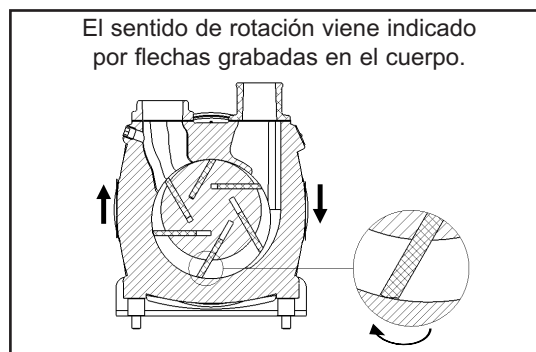

Figura 14
6. Cuando cambia las paletas, asegúrese de que estén correctamente introducidas en las ranuras del rotor, como muestra la figura 14. El ángulo de la punta de la aleta deberá corresponder a las flechas del alma del cuerpo.